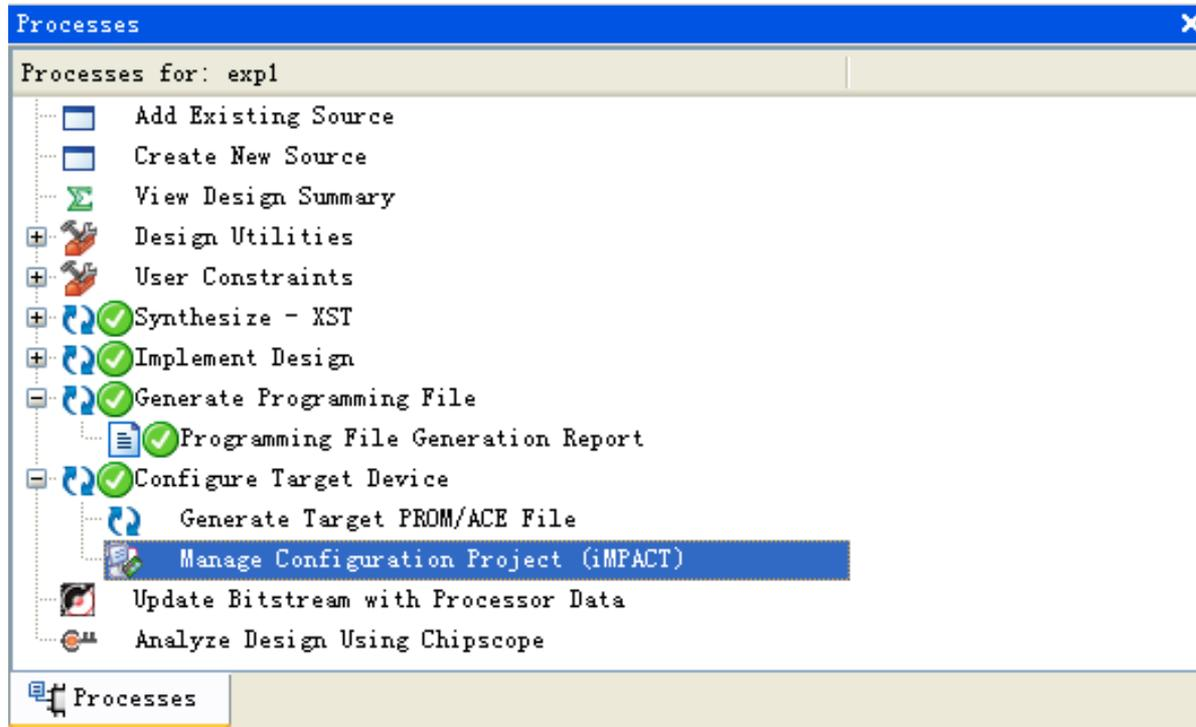

图30 生成编程文件的窗口
- FPGA配置主要用于调试阶段快速、多次验证功能，断电后芯片内的逻辑立刻消失，每次上电都需要重新配置。该操作比较简单，首先，在配置启动参数中选择配置时钟为JTAG CLK，否则会产生警告，配置过程容易出错；其次，只需在过程管理区中双击Generate Programming File选项即可完成，完成后则该选项前面会出现一个打钩的圆圈，如图30所示。